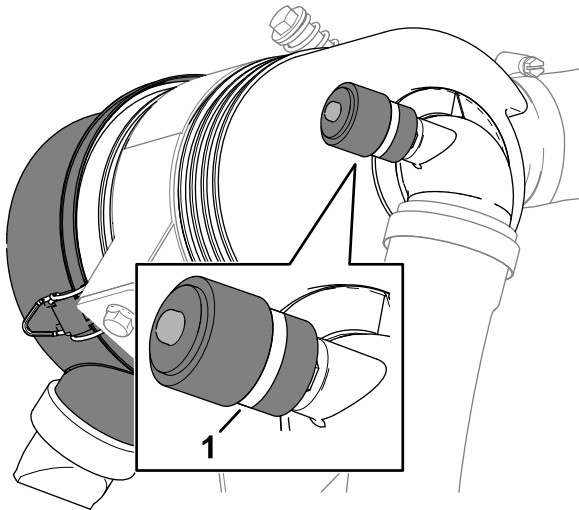

Bild 78
3. Überprüfen Sie die Wartungsanzeige am Ende des Luftfiltergehäuses (Bild 78).